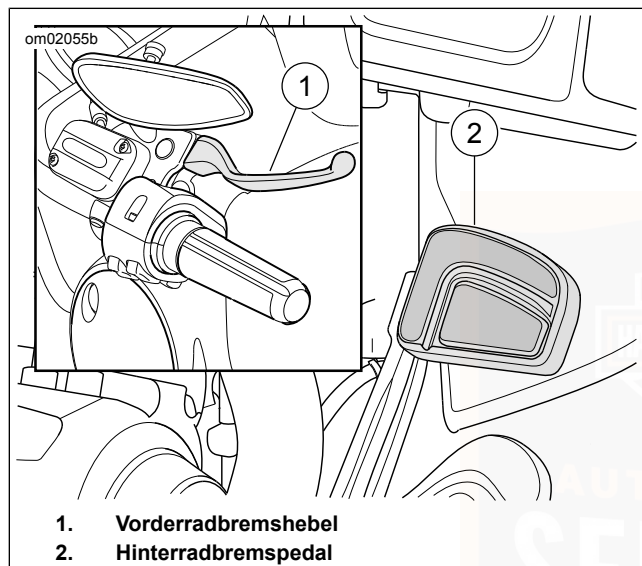

Abbildung 46. Bedienungselemente für Bremsen
Siehe Abbildung 46. Mit dem Vorderradbremshebel (1) wird die Vorderradbremse betätigt. Der Hebel befindet sich am rechten Lenker. Den Handhebel mit den Fingern der rechten Hand betätigen.
Siehe Abbildung 46. Mit dem Hinterradbremspedal (2) wird die Hinterradbremse betätigt. Das Pedal befindet sich auf der rechten Seite. Das Hinterradbremspedal mit dem rechten Fuß betätigen.